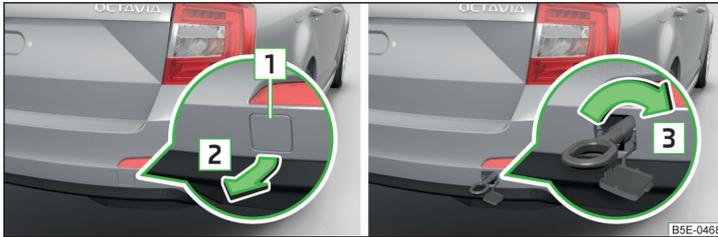
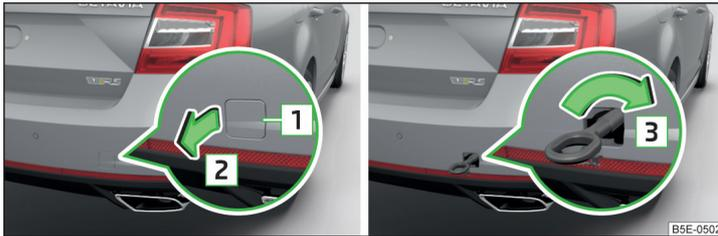

Abb. 204 Ausbau der Abdeckkappe / Einbau der Abschleppöse - Variante 1
Abb. 205 Ausbau der Abdeckkappe / Einbau der Abschleppöse - Variante 2
- Auf die Abdeckkappe im Bereich **1** » Abb. 204 drücken.
- Auf die Abdeckkappe im Bereich **1** » Abb. 205 drücken.
- Die Abschleppöse von Hand in Pfeilrichtung **3** » Abb. 204 bzw. » Abb. 205 bis zum Anschlag einschrauben » **!**.